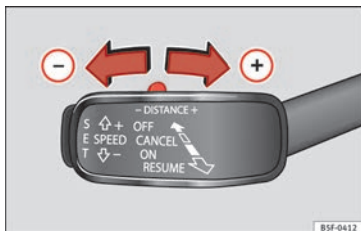

Fig. 203 Leva di comando: regolare la distanza.
- Per indicare la distanza attualmente programmata, premere brevemente il tasto doppio ►► **fig. 203**.